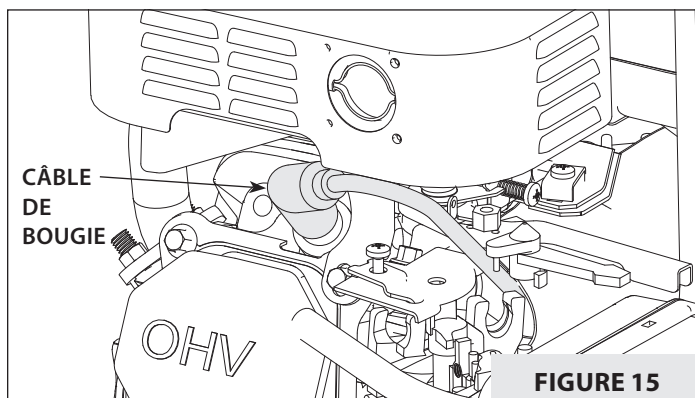

FIGURE 15
2. Débrancher le câble de bougie et l'attacher à l'écart de la bougie. **VOIR FIGURE 15.**